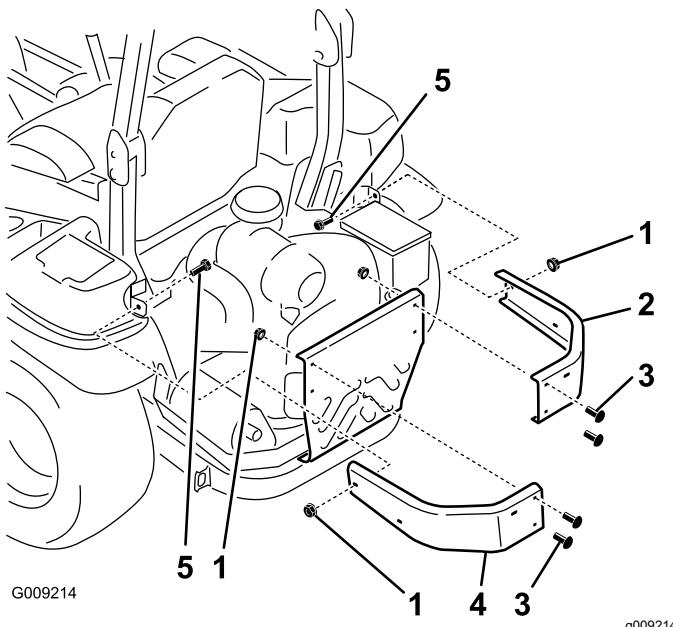

Figure 5
1. Retirez les écrous et les boulons qui fixent les pare-chocs latéraux sur la machine (Figure 5).
2. Montez les nouveaux pare-chocs gauche et droit à l'aide de 2 boulons de carrosserie (¾ x 1¼ po), 4 des boulons de carrosserie retirés précédemment et 6 écrous à embase (¾ po), comme montré à la Figure 5.